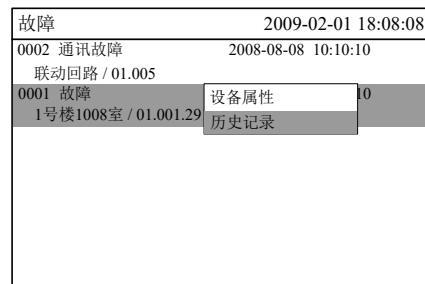
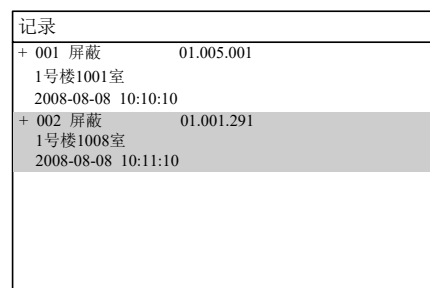

图 11-1
图 11-2
1. 选择一个事件或站、回路、点，按“→”键弹出快捷菜单，按“↓”键选择“历史记录”（图 11-1），然后按“OK”键，弹出记录窗口，所有历史记录都将显示出来（图 11-2）。